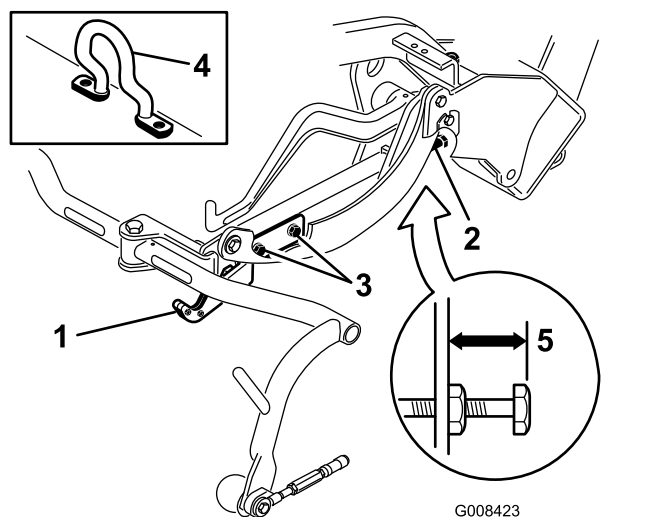
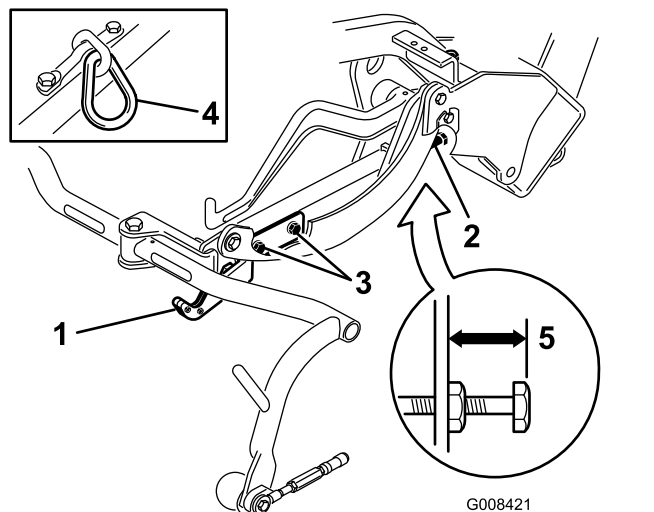
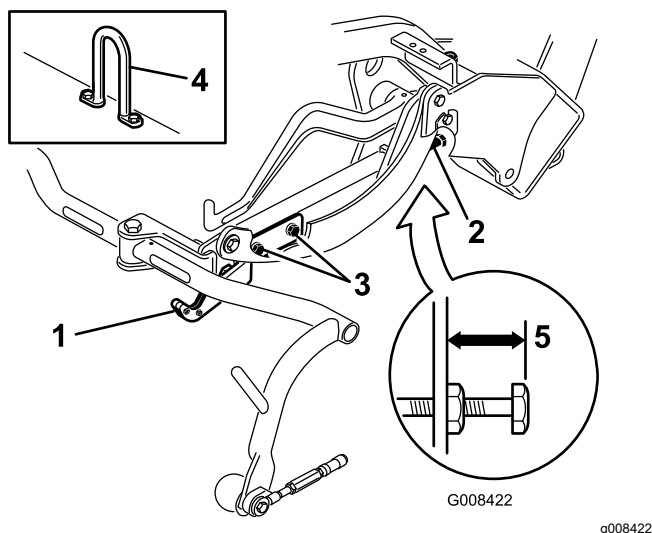

Figura 11
Figura 12
Figura 13
3. Em unidades de corte equipadas com um elo de corrente ou um cilindro de elevação reto (Figura 12 e Figura 13, em destaque) verifique se a distância a partir da parte superior do parafuso de ajuste da estrutura de suporte até à parte posterior da estrutura de suporte é de 22 mm. Se a distância não for de 22 mm, passe ao passo 4. Se a unidade de corte estiver equipada com uma articulação de elevação desviada (Figura 11), avance para o passo seguinte.
Verifique a altura de transporte (Figura 12 e Figura 13) e ajuste-a, se necessário.
2. Em unidades de corte equipadas com um gancho de elevação desviado (Figura 11, em destaque) verifique se a distância a partir da parte superior do parafuso de ajuste da estrutura de suporte até à parte posterior da estrutura de suporte é de 25 mm. Se a distância não for de 25 mm, avance para o passo 4.
4. Desaperte os parafusos de montagem da placa de transporte (Figura 12, Figura 13 e Figura 11).
7. Se as estruturas de suporte não estiverem à mesma altura, desaperte a porca de bloqueio no parafuso de ajuste da estrutura de suporte (Figura 11, Figura 12 e Figura 13). Rode o parafuso para fora para elevar e para dentro para descer. Aperte a porca de retenção após ajustar a altura devida.